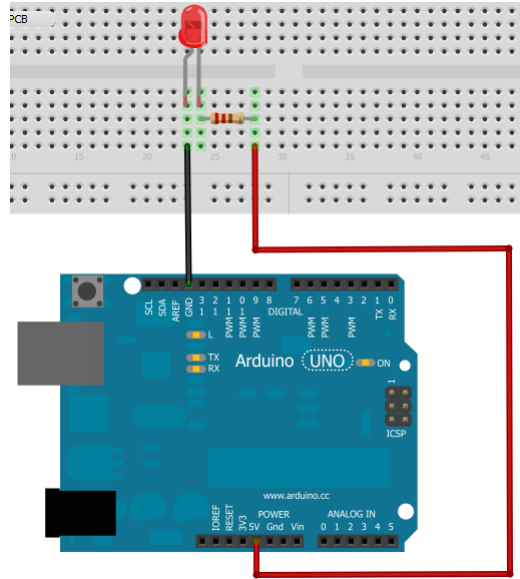

Figura 3: Circuito acender LED.
2. A Figura 3 ilustra o circuito da prática de hoje. Esse circuito funcionará ou não? Justifique.